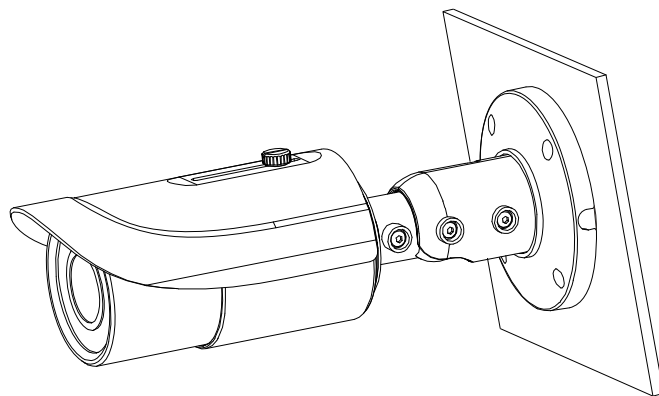

Рис. 5.4. Завершение монтажа
1. Затяните фиксирующие винты, чтобы завершить монтаж. (Рис. 5.4).